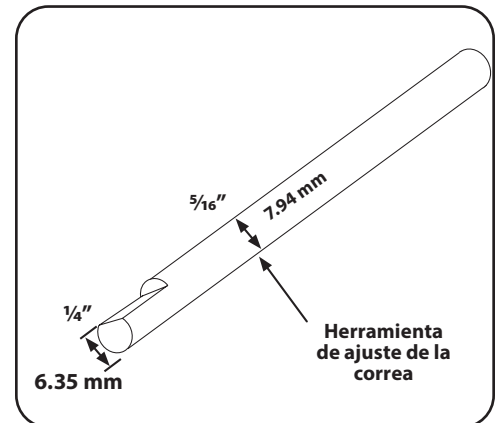

Figura 5-12
1. Antes de realizar una medición, asegúrese de que los varillajes y los puntos de articulación de la palanca de Ruedas/Dientes/Transmisión de la PTO están limpios y lubricados. Si hay algún atasco, no obtendrá mediciones reales. Además, necesitará la herramienta de ajuste de la correa que recibió con su nueva cultivadora. Consulte la Figura 5-12.